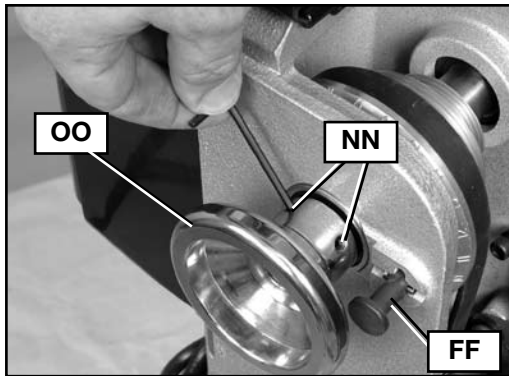
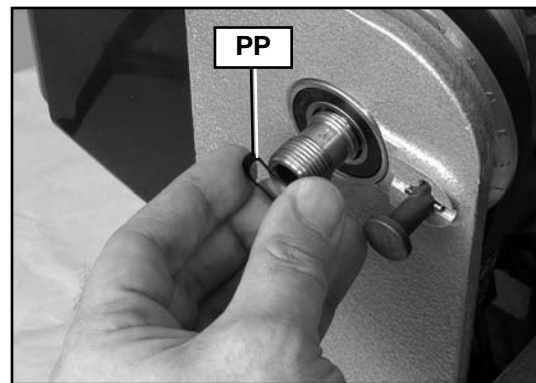

Fig. 31
Fig. 32
4. Afloje dos tornillos de sujeción (NN) Fig. 31 en el volante del eje (OO) Fig. 31 al menos 2 ó 3 vueltas para evitar dañar las roscas durante la extracción.
5. Encaje la clavija indicadora (FF) Fig. 31 y retire el volante del eje (OO). (**NOTA:** Las roscas están a la izquierda. Gire el volante en sentido de las agujas del reloj para aflojarlo y quitarlo.)
6. Quite el resorte ondulado (PP), Fig. 32.
14. Vuelva a instalar el resorte ondulado (PP) Fig. 32 y el volante (OO) Fig. 31. El volante se ajusta en sentido contrario a las agujas del reloj. Ajuste el volante completamente y luego aflójelo 1/4 de vuelta. **AVISO: NO LO AJUSTE EN EXCESO.** Si lo hace, los rodamientos podrían dañarse.
15. Ajuste bien los dos tornillos de sujeción del volante (NN) Fig. 31. Con la correa colgando suelta, gire el eje para asegurarse de que rote libremente.
19. Desencaje la clavija indicadora (FF) Fig. 31 si se la colocó para quitar el volante del eje (OO).